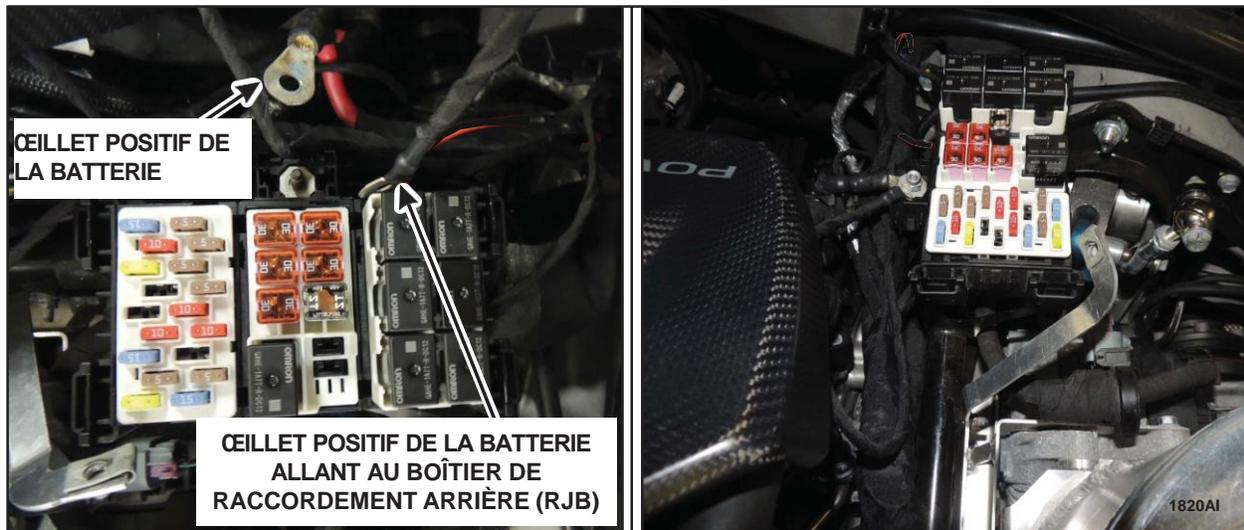

FIGURE 40
44. Installer l'œillet positif de la batterie et le fil rouge de calibre 10 avec œillet depuis le nouveau boîtier de raccordement arrière (RJB) sur la borne positive de batterie du boîtier de raccordement auxiliaire (AJB) et installer la fixation. (Figure 40)